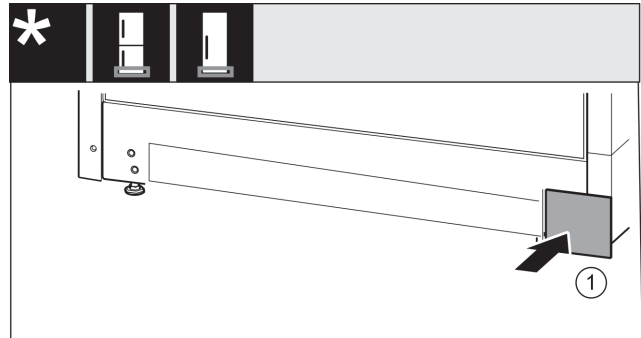

Fig. 18
- ▶ Снова установите крышку Fig. 18 (1) с другой стороны.